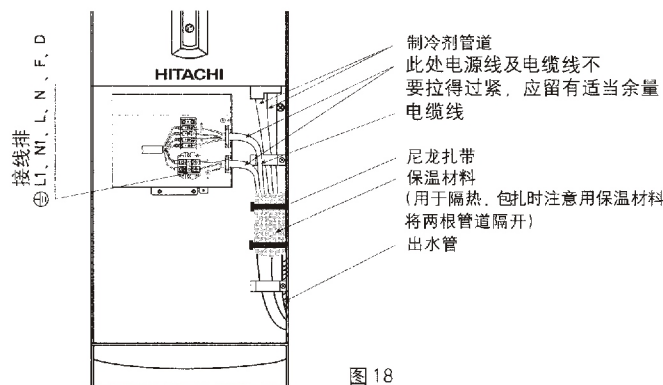

图18
- (2) 必须将黄/绿芯线接至带有“ ”标志的位置处。
- (3) 将电源线、电缆线用电线压板压紧, 以防止接线端子受力后脱落。
- (4) 将制冷剂管道用附件⑩ 尼龙扎带按图18要求扎起来。
- (5) 将电源线、电缆线从制冷剂管道外连接管通过的管道孔穿过, 如果从后板穿过, 管道孔必须装上管道孔护孔环, 以防电源线、连接电缆破损发生漏电危险。
- (6) 室内电源必须安装空气开关。